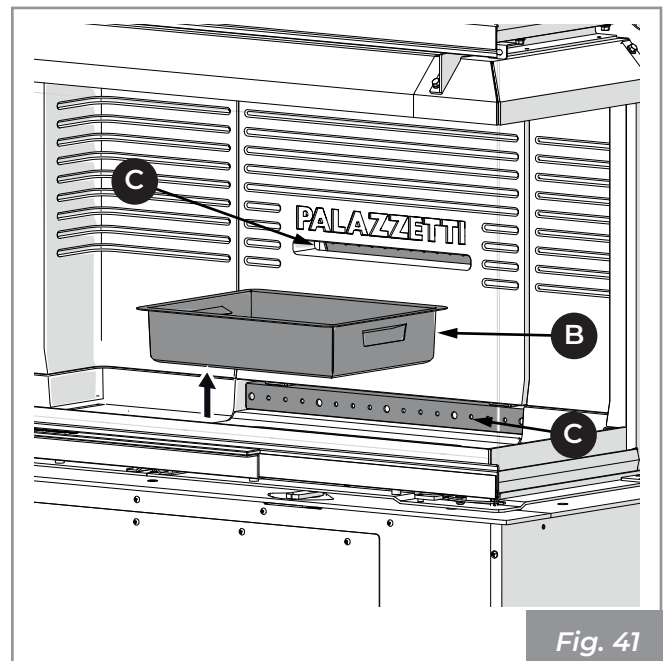

Fig. 41
- 2) Estrarre il cassetto cenere (B) dal basamento ed aspirare l'eventuale cenere depositata nei vani sottostanti (**Fig. 41**).
- 3) Aspirare i fori anteriori e posteriori (C) del distributore aria comburente al fine di evitare eventuali accumuli di cenere (**Fig. 41**).